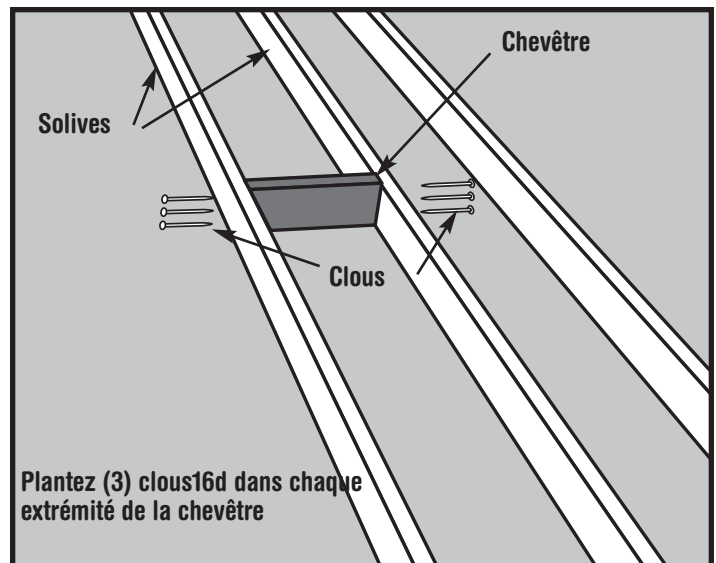

Figure 12
- Étape 3.** Placez une de ces chevêtres à une extrémité de votre emplacement choisi (Voir la Figure 12). La chevêtre doit s'adapter exactement entre les solives. Placez-la au marteau si nécessaire; si elle s'avère trop longue de 1.6 mm (1/16"), limez-la. Si elle est trop courte de plus de 1.6 mm (1/16"), coupez un autre morceau.
- Étape 4.** Mettez d'équerre la chevêtre par rapport à une solive et plantez (3) clous 16d au travers de la solive pour pénétrer la chevêtre. Vérifiez la perpendicularité et plantez (3) clous 16d au travers de l'autre solive pour pénétrer la chevêtre (Voir la Figure 12). **Il est très important que le morceau de chevêtre soit d'aplomb verticalement comme d'équerre avec les côtés des solives.**